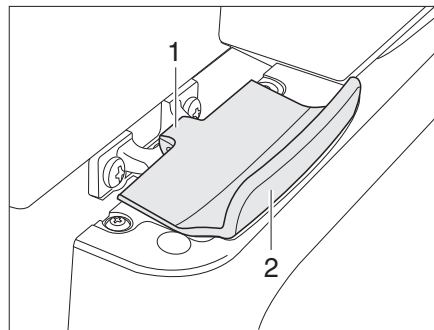

Fig. 332 Bloqueo de la puerta del frigorífico, cerrado (Thetford)
- Abrir la puerta del frigorífico con el tirador (Fig. 332,2). El bloqueo (Fig. 332,1) se abre automáticamente.